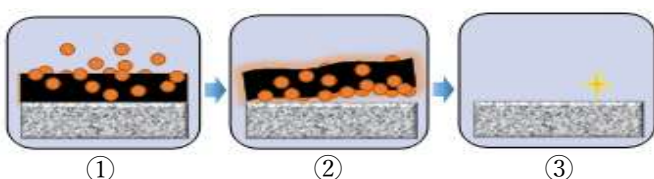

図 3 ペイントピールシリーズの処理メカニズム
ペイントピール 670 でののはく離は、①はく離剤が塗膜内部へ浸透、②塗膜が膨潤し、基材と塗膜の付着力が低下、③水洗やブラッシングで膨潤した塗膜を除去という 3step で行われる。(図 3) 塗膜膨潤型のためはく離後の塗膜回収が容易である。